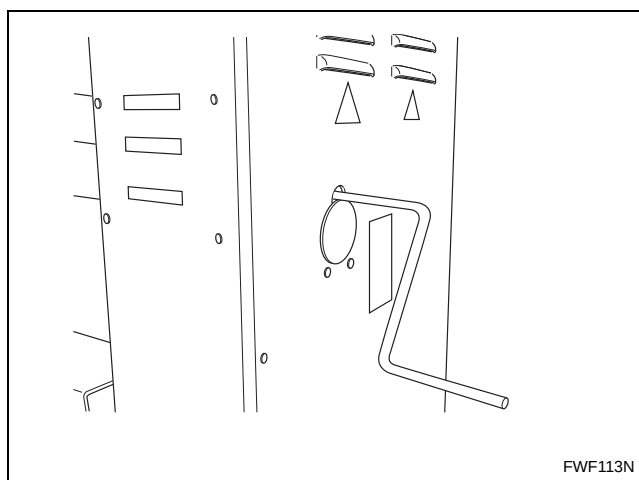

Figura 16
- c. Gire o rolete com a manivela. Consulte a *Figura 16*.